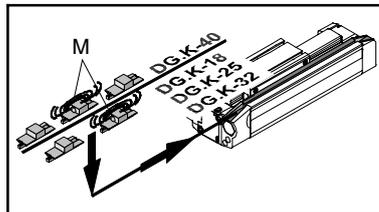

Bild 29/Fig. 29
- die richtige Position des Reibklötzes mit Magnet (M) siehe Bild 29
- the correct position of the friction block with magnet (M) see Fig. 29